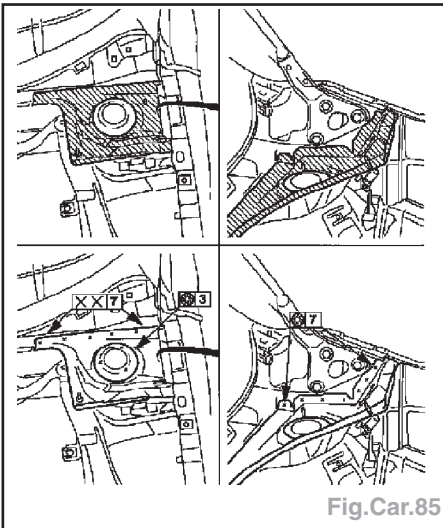

Fig.Car.85
- Déposer les pièces rapportées (Fig.Car.85).